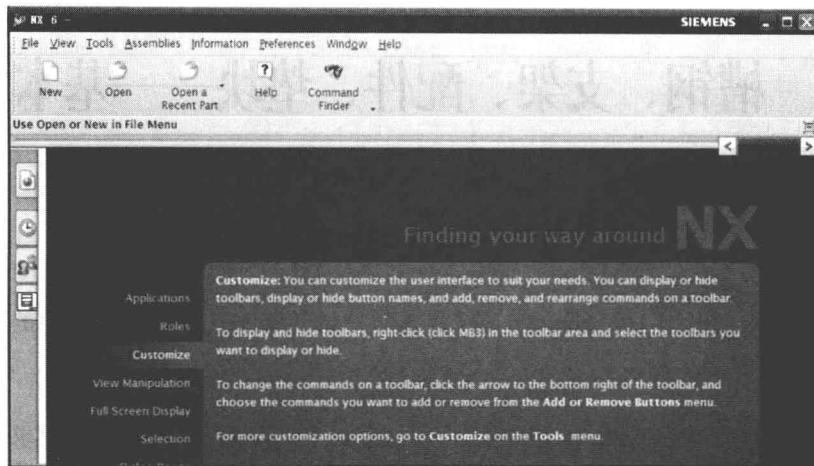

图 1-1 UG NX 6.0 初始界面
(1) 选择[开始]→[所有程序]→[UGS NX 6.0]→[NX 6.0]命令(或左键双击桌面上UG NX 6.0 的快捷图标),进入UG NX 6.0 初始界面,如图 1-1 所示。